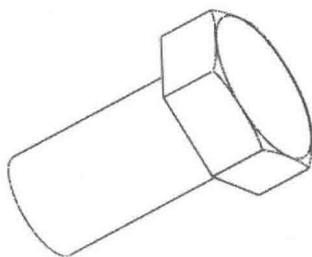

图 1-27
(9) 单击 按钮，完成旋转减料特征的建立，结果如图 1-27 所示。